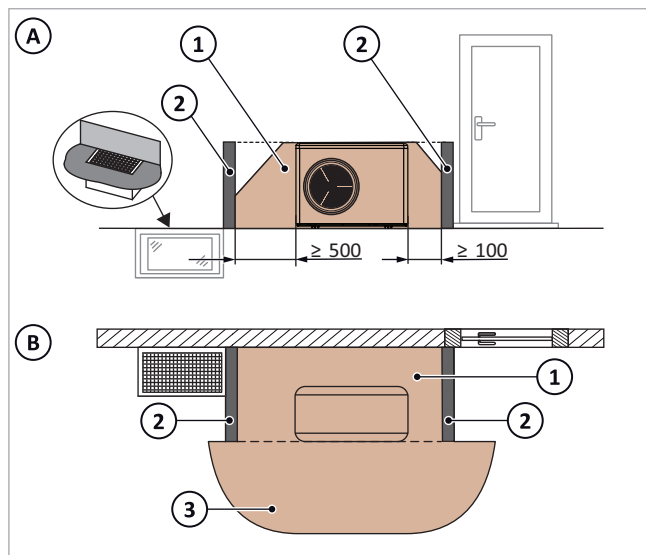

Abb. 11: Reduzierter Schutzbereich mit gasundurchlässiger Trennwand bei Solvis-Wärmepumpen (R290) frontal (A) und von oben (B)
Die Höhe der Trennwand muss mindestens bis zur Oberkante der Wärmepumpe reichen (vgl. → Abb. 11 (A)). Die Tiefe der gasundurchlässigen Trennwand muss mind. der Tiefe von SolvisLea Pro entsprechen (vgl. → Abb. 11 (B)). Zusätzlich die Mindestabstände für Montage- und Wartungsarbeiten beachten (siehe → Kap. „Mindestabstände“, S. 11).